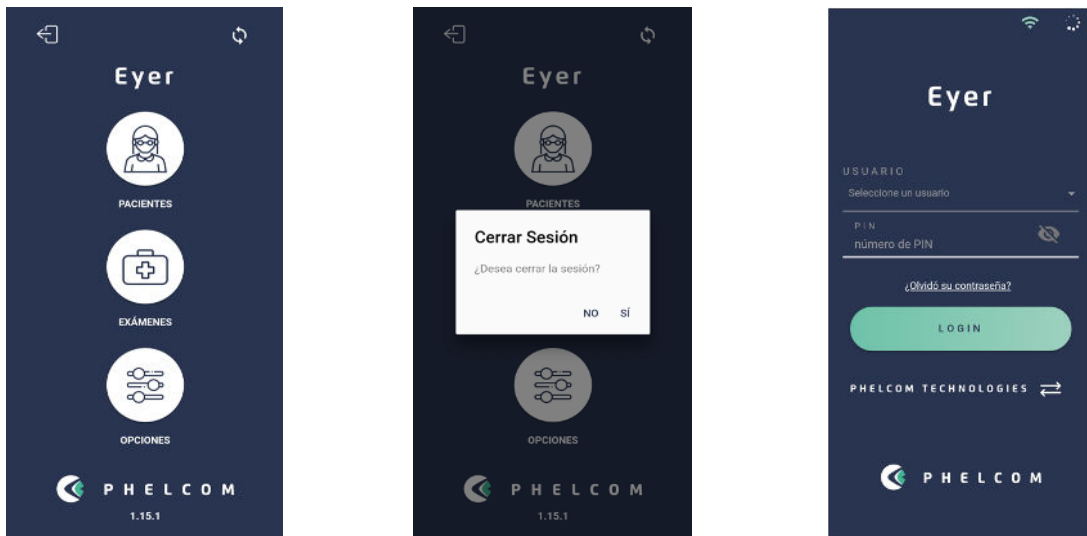

Imagen 75 – Finalizar la operación.
- Acerque suavemente el dispositivo a la región ocular del paciente para que la tapa ocular quede bien conectada y la imagen sea homogénea, hasta que cubra el círculo por completo (imagen 75);